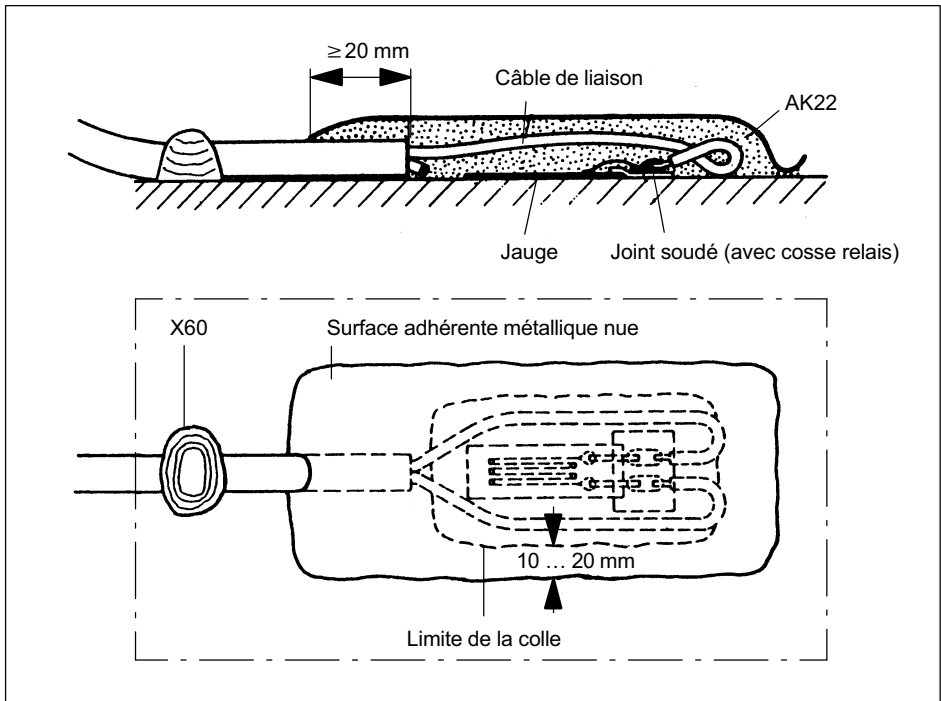

Fig. 4.1 Point de mesure de jauge recouvert de AK22
- ▶ Éliminez également toute graisse sur le câble de liaison et sa gaine dans la zone du point de mesure. Préparez le câblage du point de mesure comme illustré sur la *Fig. 4.1 page 7*.
Le pétrissage doit être réalisé avec le plus grand soin de manière à ne laisser aucune voie libre par laquelle de l'humidité pourrait pénétrer. Le mastic doit dépasser de 10 à 20 mm environ du point de mesure en tenant compte des limites de colle (voir Fig. 4.1).